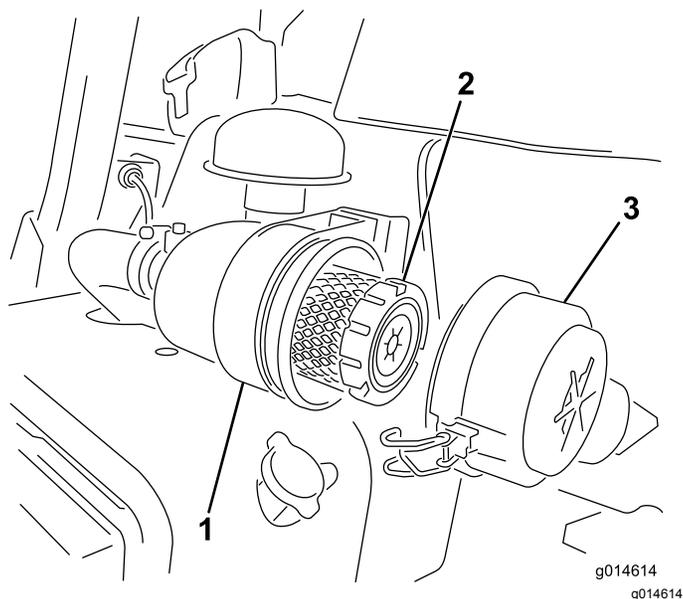

Рисунок 30
1. Отпустите защелки, фиксирующие крышку воздухоочистителя на его корпусе (**Рисунок 30**).
7. Зафиксируйте защелки (Рисунок 30).